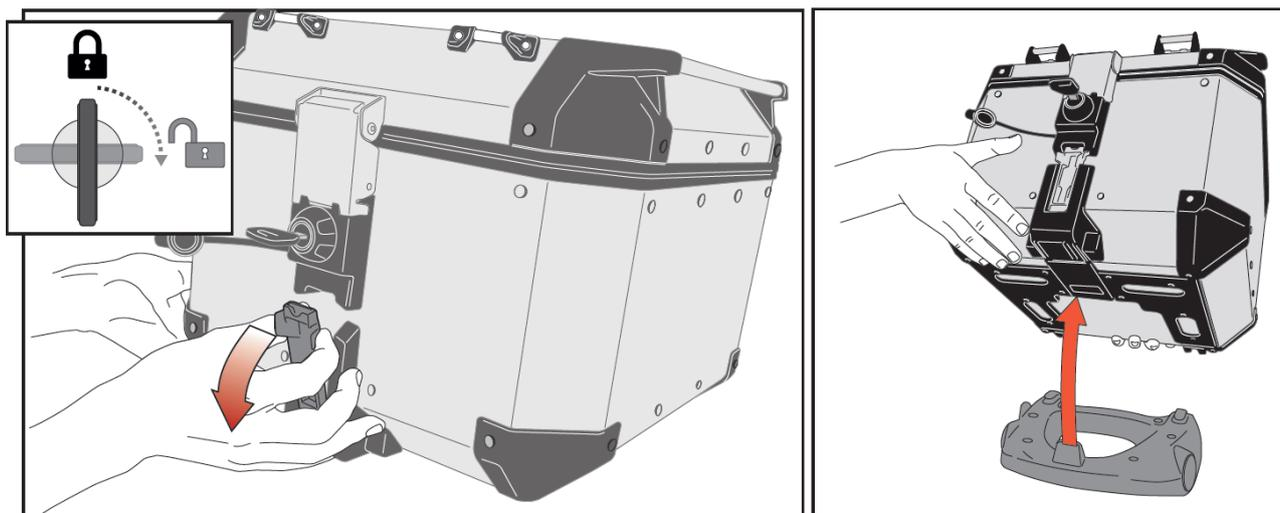

図 D1
- ①OBKN モノキートップケースのキーシリンダー保護キャップを外し、③セキュリティロックキーをキーシリンダーの奥までしっかりと挿し込み、鍵を右（3 時方向）に回してロック解除します。
- ①ケースを両手でしっかりと支え持ち、キーシリンダー下部にあるレバーアームの左右のノブを指でつまみ、アームを手前に引いてベースプレート後側のアタッチメントと①ケースの勘合を慎重に外します。（図 D1 参照）
- 引き続き①ケースを両手でしっかりと支え持ち、ベースプレート前側の凸部（2 箇所）と①ケースの勘合を外し、脱落させないように十分注意しながらベースプレートから①ケースを完全に取り外します。（図 D1 参照）